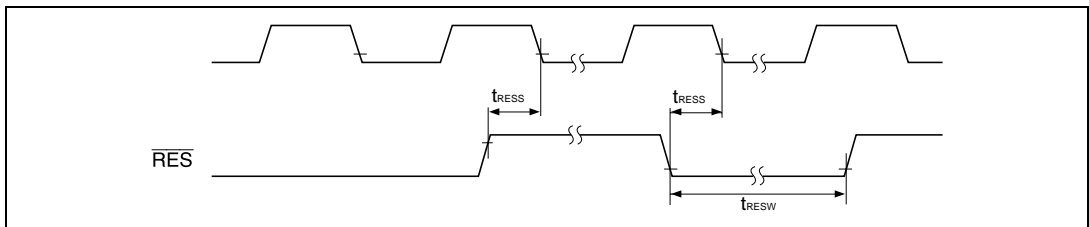
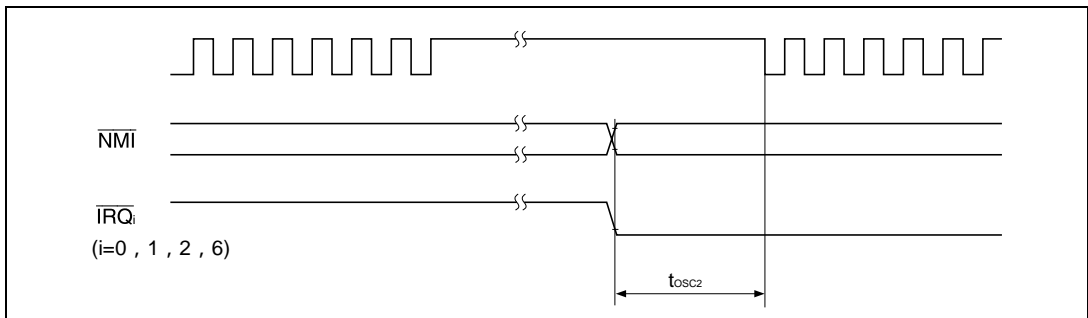

図 19.6 リセット入力タイミング
図 19.9 発振安定時間タイミング (ソフトウェアスタンバイからの復帰)
19.3.2 制御記号タイミング	図 19.6 ~ 図 19.9